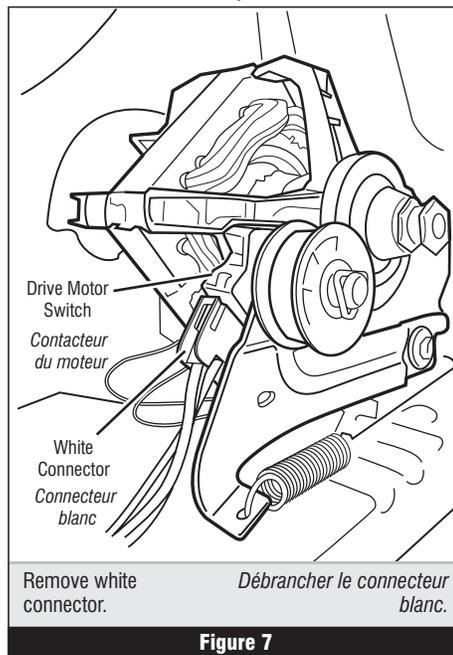

Figure 7
5. Remove the white connector from the drive motor switch. See figure 7.
5. Débrancher le connecteur blanc du contacteur du moteur. Voir figure 7.